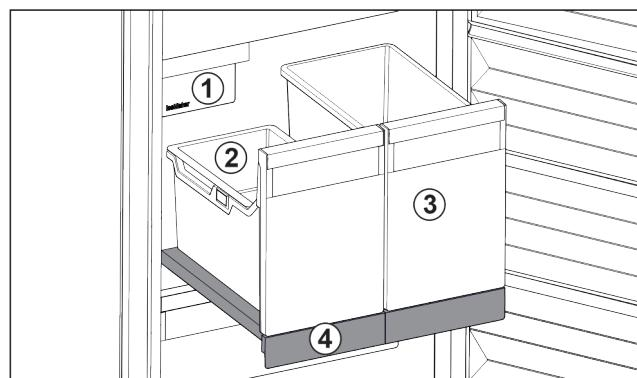

Fig. 99 Vyťahovacia polička s IceTower
- (1) IceMaker
- (2) Závesná miska na kocky ľadu
- (3) Nádoba napríklad na pizzu, alkoholické nápoje
- (4) Vyťahovacia polička
Na vyťahovacej poličke sú dve vysoké nádoby (IceTower). V nádobe Fig. 99 (2) sa hromadia a skladujú kocky ľadu z IceMaker. Nádoba Fig. 99 (3) sa hodí na skladovanie vysokých potravín, ako sú pizze alebo alkoholické nápoje.